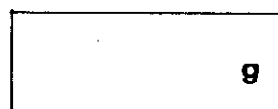
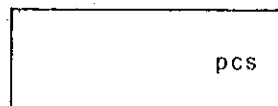
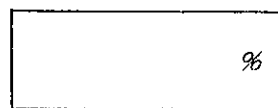

図1
図2
図3
- ① 電源OFFの状態より **MODE** キーを押しながら電源をON。
② 電源ON時に図1の表示になれば登録モードに入っています。もし、電源ON時に全部の表示がいたら①をもう1度行なって下さい。
③ **MODE** キーを押すと図1→図2→図3→図1と単位が変わります。